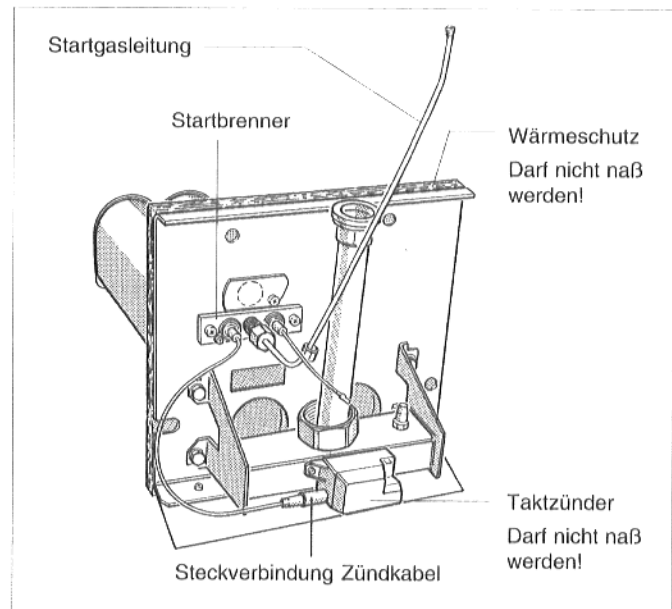

Abb. 46: Gasbrenner
- Steckverbindung des Zündkabels am Taktzünder lösen (Abb. 46).
- Startgasleitung am Startbrenner lösen (Abb. 46).
- Die beiden Schrauben am Startbrenner lösen und Startbrenner vorsichtig herausziehen (Abb. 46).
- Brennerstäbe in Wasser mit Reinigungsmittel tauchen und abbürsten. Dabei darauf achten, daß der Wärmeschutz am Brennerschild und der Taktzünder nicht naß werden! Taktzünder gegebenenfalls abschrauben (Abb. 46).